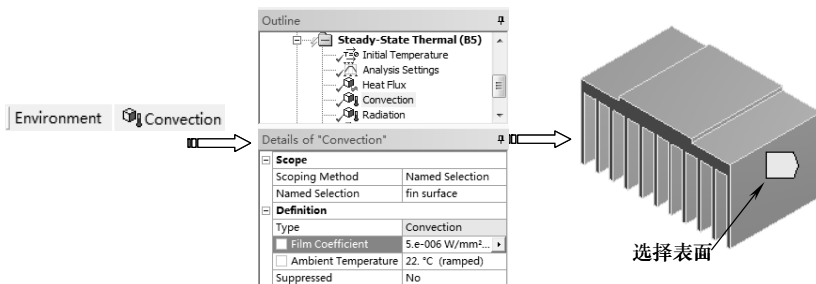

图 11-17 施加对流
(2) Convection (对流) 对流通过与流体接触面发生对流换热，只能施加到表面上，如图 11-17 所示。对流由对流传热膜系数 h (Film Coefficient) 给定，既可以是常量，也可以是温度的函数。通过对流传热膜系数将环境温度和表面温度通过公式 $Q = hA(T_{\text{surface}} - T_{\text{ambient}})$ 联